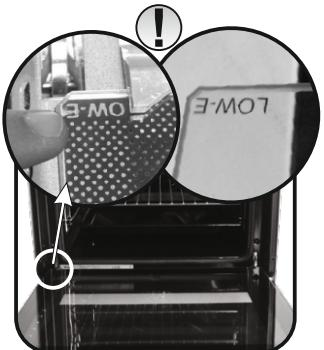

Figure 6
- \* Для духовых шкафов с пиролитической очисткой, пожалуйста, снимите также второе и третье стекла, как указано на рисунке 6 (Figure 6)